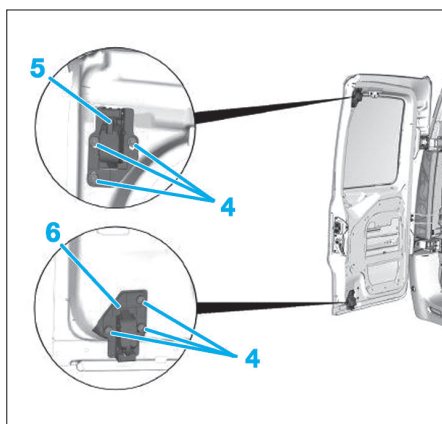

Fig. 103
- Desserrer les vis (4) des serrures supérieure (5) et inférieure (6) de la porte battante (Fig.103).
- Serrer les vis (4) des serrures supérieure et inférieure de la porte battante.